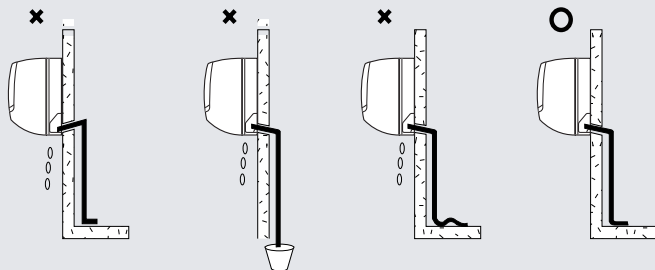

Figura 13
- En las figura 13, se muestra la ubicación recomendada para la manguera de drenaje.